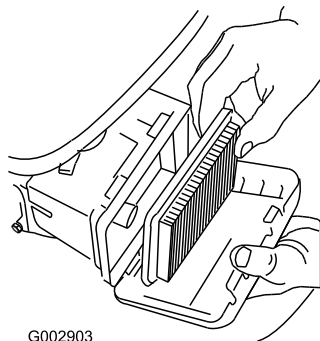

**Figure 35**
1. Appuyez sur les languettes de verrouillage en haut du couvercle du filtre à air (Figure 35).